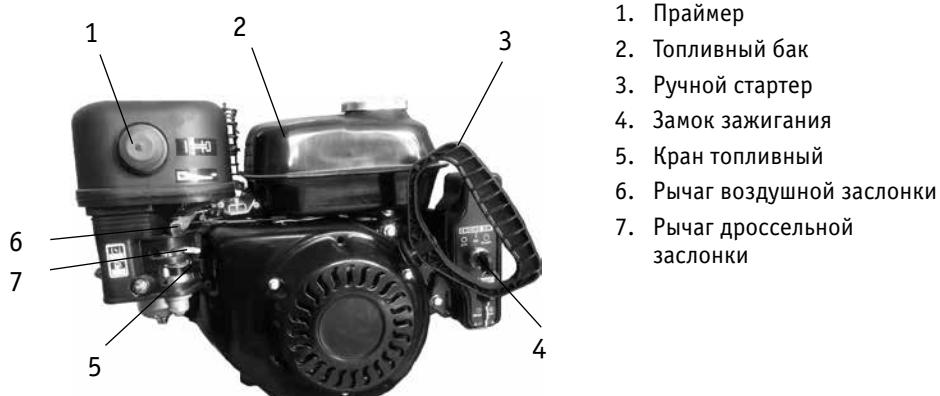

Рис. 10
- Вставьте ключ в замок зажигания (4). Замок имеет три положения OFF/ON/START (рис. 10).
- Откройте кран топливного бака (5).
- Нажмите праймер (1) два – три раза. Если двигатель теплый, нажмите праймер только один раз.
- Рычаг воздушной заслонки (6) на двигателе установите в положение «закрыто» .
- Рычаг дроссельной заслонки (7) переведите в среднее положение.